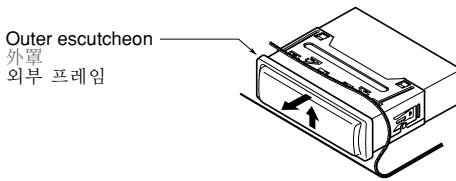

Figure 9 / 图 9 / 그림 9
3. Press the outer escutcheon upward and remove it. (Figure 9)
3. 向上按压外罩将其取下。(图 9)